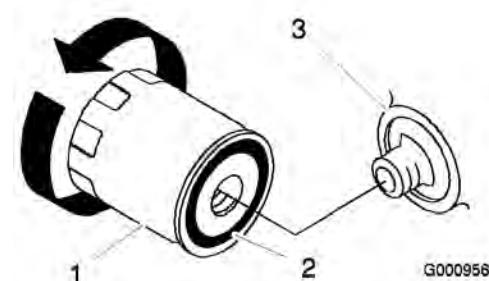

Bild 34
3. Ölen Sie die Gummidichtung am Ersatzfilter leicht mit Frischöl ein (Bild 34).
4. Montieren Sie den ErsatzölfILTER am Filterstutzen. Drehen Sie den Ölfilter nach rechts, bis die Gummidichtung den Filterstutzen berührt. Ziehen Sie den Filter dann um eine weitere $\frac{3}{4}$ Drehung fest (Bild 34).